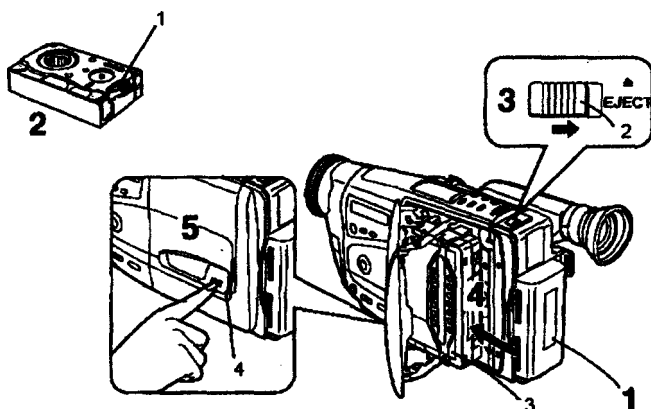

Рис. 3.19. Последовательность вставления кассеты
1. Подсоединить адаптер переменного тока либо вставить заряженную батарею (рис. 3.19).